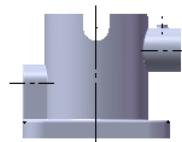

图 9.4.16 “上色”显示模式
- (上色): 视图以上色零件的颜色显示，如图 9.4.16 所示。